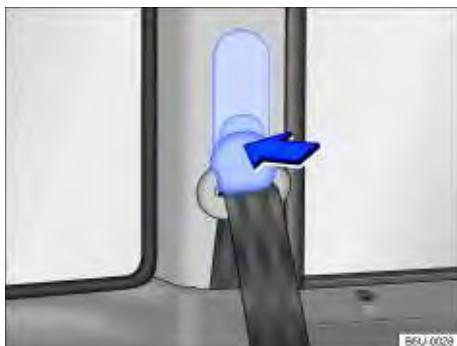

Fig. 57 Ao lado dos bancos dianteiros: regulagem de altura do cinto de segurança.
- Pressionar o dispositivo regulador no sentido da seta e mantê-lo pressionado ⇒ Fig. 57.